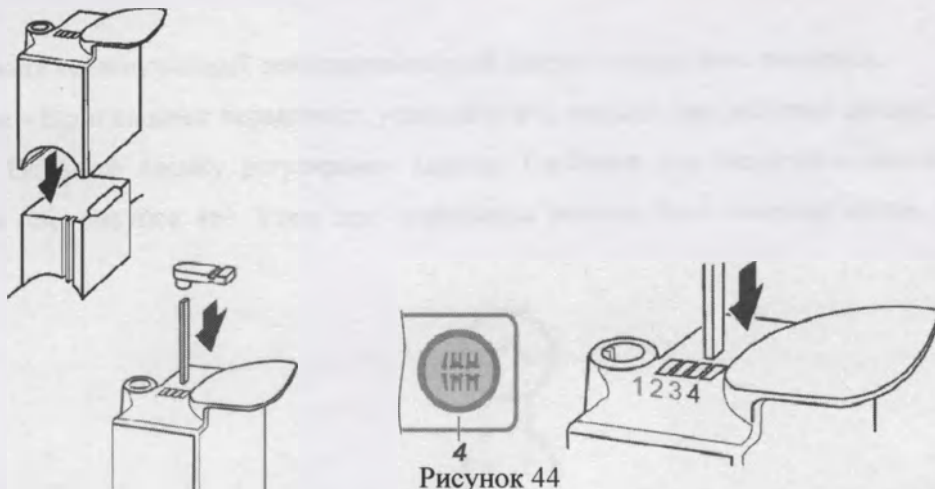

Рисунок 44
8.3.1 Прикрепите упор для подбородка к держателю (см. рисунок 44).